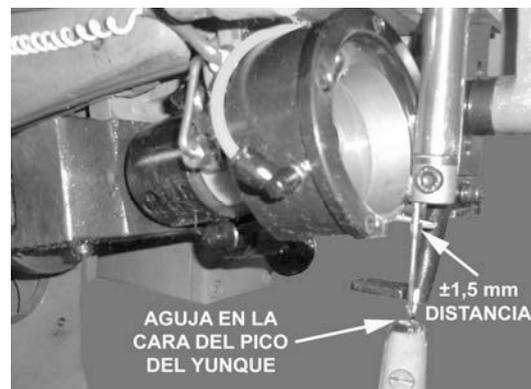

Figura 12
- ✓ Gire el volante de la máquina hasta que la punta de la aguja quede frente a frente con el pico de la bigornia (figura 12);